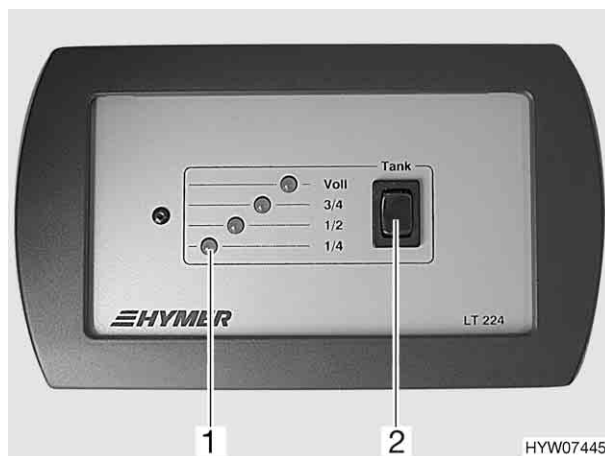

Fig. 63 Pannello di controllo LT 224
Sul pannello (Fig. 63) è possibile verificare il livello del serbatoio dell'acqua.
- Premere l'interruttore a bilico (Fig. 63,2): una delle luci spia (Fig. 63,1) si accende.